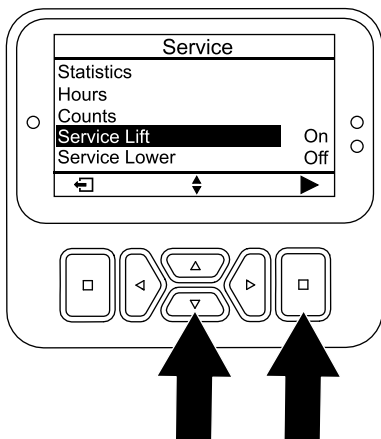

Figure 120
- Appuyez sur le bouton vers le bas jusqu'à ce que l'option SERVICE LIFT (levage pour entretien) soit sélectionnée, puis appuyez sur le bouton de sélection (Figure 120).